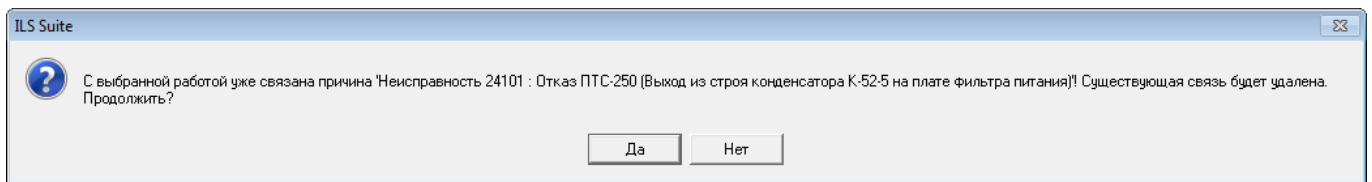

Рис. 13-488 – Диалоговое окно
4) В появившемся диалоговом окне нажать кнопку «Да» для подтверждения создания связи или «Нет» – для отмены создания связи между объектами (рис. 13-488).